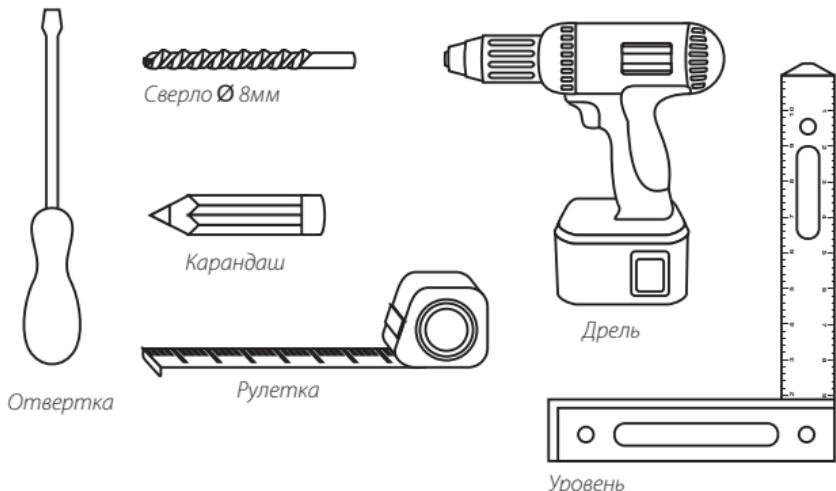

Рисунок 5
**1. Подготовьте необходимый инструмент для монтажа полотенцесушителя (Рисунок 5).**